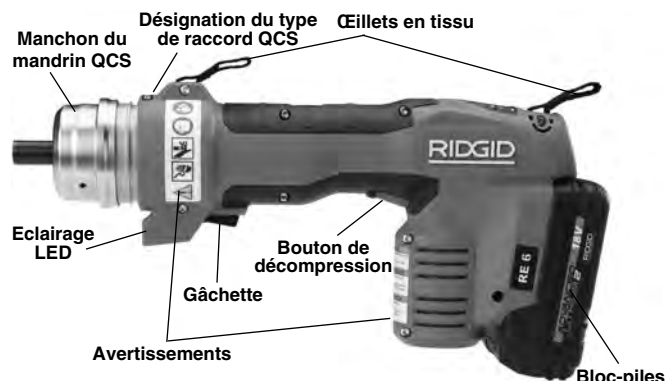

Figure 1 – Pincés électriques types RE 6 et RE 60 avec raccords rapides QCS pour le montage des têtes
- L'assemblage, l'état de fonctionnement et l'intégrité de l'appareil (*Figures 1 à 3*).